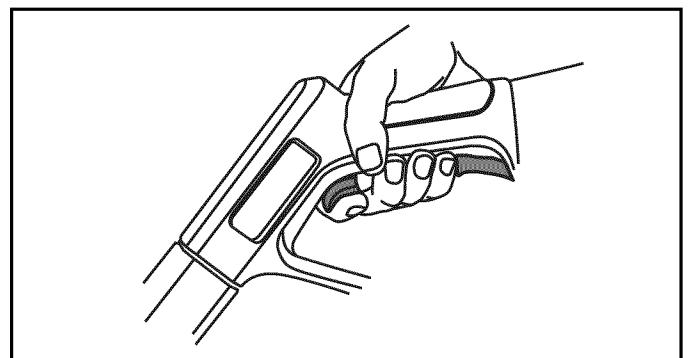

Figure 4-16. Appuyer sur la gâchette
7. Ouvrez l'eau et appuyez sur la gâchette pour purger l'air du système de pompage (Figure 4-16).